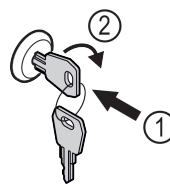

Fig. 82 Beispielhafte Darstellung
- ▶ Schlüssel hineindrücken Fig. 82 (1).
- ▶ Schlüssel um 90° im Uhrzeigersinn drehen Fig. 82 (2).